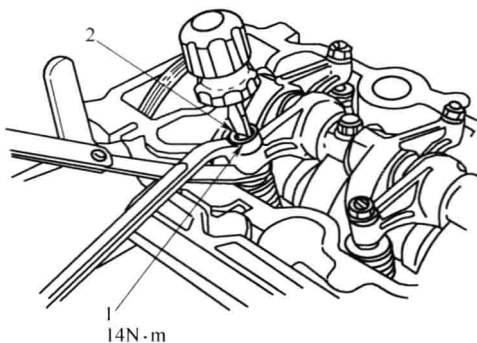

图 1-6 调整气门间隙
(3)如图 1-6 所示,将合适厚度的塞尺插入调整螺钉与气门杆端部之间,并前后移动塞尺,应能感觉到轻微的阻力。进气门间隙为 0.15 ~ 0.19mm,排气门间隙为 0.26~0.30mm。